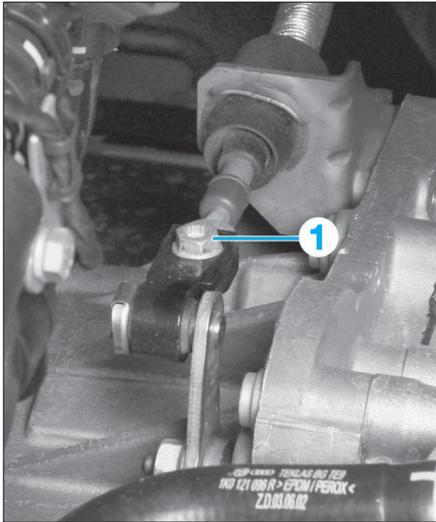

FIG. 33
- Desserrer la vis (1) (Fig.33).